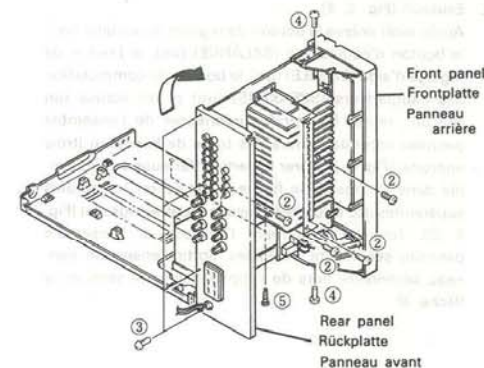

Fig. 3 Abb. 3
- When checking or replacing P.W.B. components, it is convenient to remove the upper cover, remove two screws ④, remove three screws ⑤, remove four screws ③, and remove seven screws ②, as indicated in Fig. 3.
- Beim Überprüfen oder Austauschen von Platinen ist es praktisch, die Oberabdeckung abzunehmen, die beiden Schrauben ④ zu entfernen, die drei Schrauben ⑤ zu entfernen, die vier Schrauben ③ zu entfernen danach die sieben Schrauben ② zu entfernen, wie in Abb. 3 dargestellt.
- Lors de la vérification ou du remplacement des composants de la carte à circuits imprimés, il est pratique d'enlever le couvercle supérieur, deux vis ④, quatre vis ③ et sept vis ②, comme indiqué sur la Fig. 3.